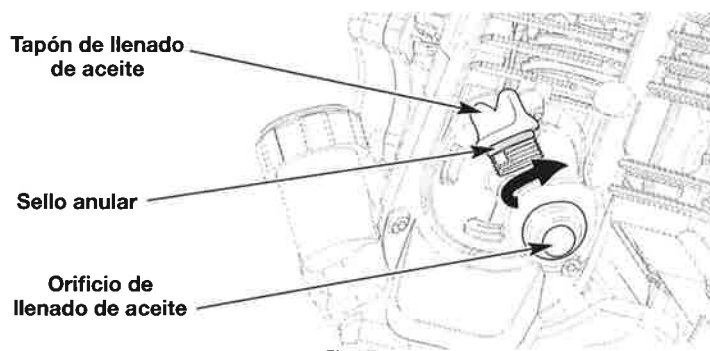

Fig. 5
4. Desenrosque el tapón de llenado de aceite (Fig. 5).
5. Vierta el contenido de la botella completa en el orificio de llenado de aceite (Fig. 5). **NO** rebose el tanque. Consulte la sección *Cómo comprobar el nivel de aceite*.
NOTA: Asegúrese de que el sello anular esté colocado en el tapón de llenado de aceite (Fig. 5).